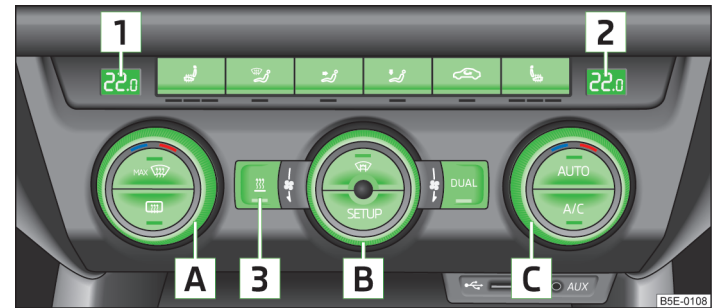

Abb. 109 Climatronic: Bedienelemente
- ✓ **A/C** » Abb. 109 auf Seite 105 eingeschaltet.
**Funktionen der einzelnen Bedienelemente** » Abb. 109:
- Die Symboltaste **AUTO** » Abb. 109 auf Seite 105 drücken.
- Den Drehregler **A** » Abb. 109 auf Seite 105 nach links bzw. rechts drehen, um die Temperatur zu senken bzw. zu erhöhen.
- Den Drehregler **C** » Abb. 109 auf Seite 105 nach links bzw. rechts drehen, um die Temperatur zu senken bzw. zu erhöhen.
➤ Den Drehregler **[B]** » *Abb. 109* auf Seite 105 nach links bzw. rechts drehen, um die Gebläsedrehzahl zu senken bzw. zu erhöhen.
- Die Symboltaste **MAX** » Abb. 109 auf Seite 105 drücken.